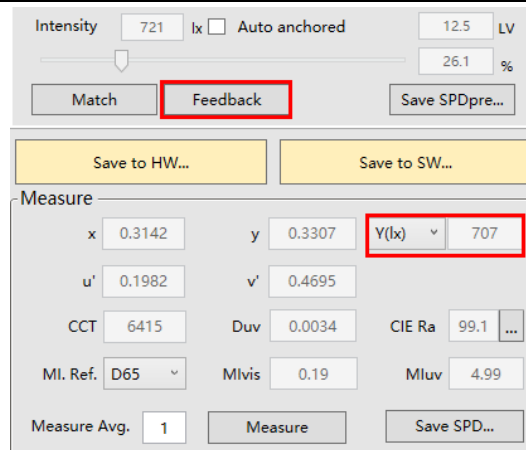
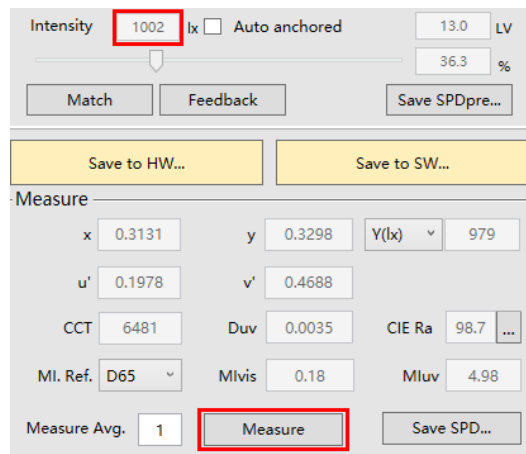

图 5.8. 第一次 *Feedback* 后的实测结果
图 5.9. 第二次调节亮度后的实测结果
- 7) 点击 *Feedback* 后，详见图 5.8，实测色温为 6415K、显色指数 99.1、照度 707lx；再次调节预测亮度至 1002lx，实测色温为 6481K、显色指数 98.7、照度 979lx，见图 5.9；第三次调节预测亮度至 1027lx，实测色温为 6502K、显色指数 98.7、同色异谱指数 0.19、照度为 1000lx，满足要求；若第三次调节亮度后色温偏差较大，则可再次使用 *Feedback*，并多次调节亮度直至达到目标参数；